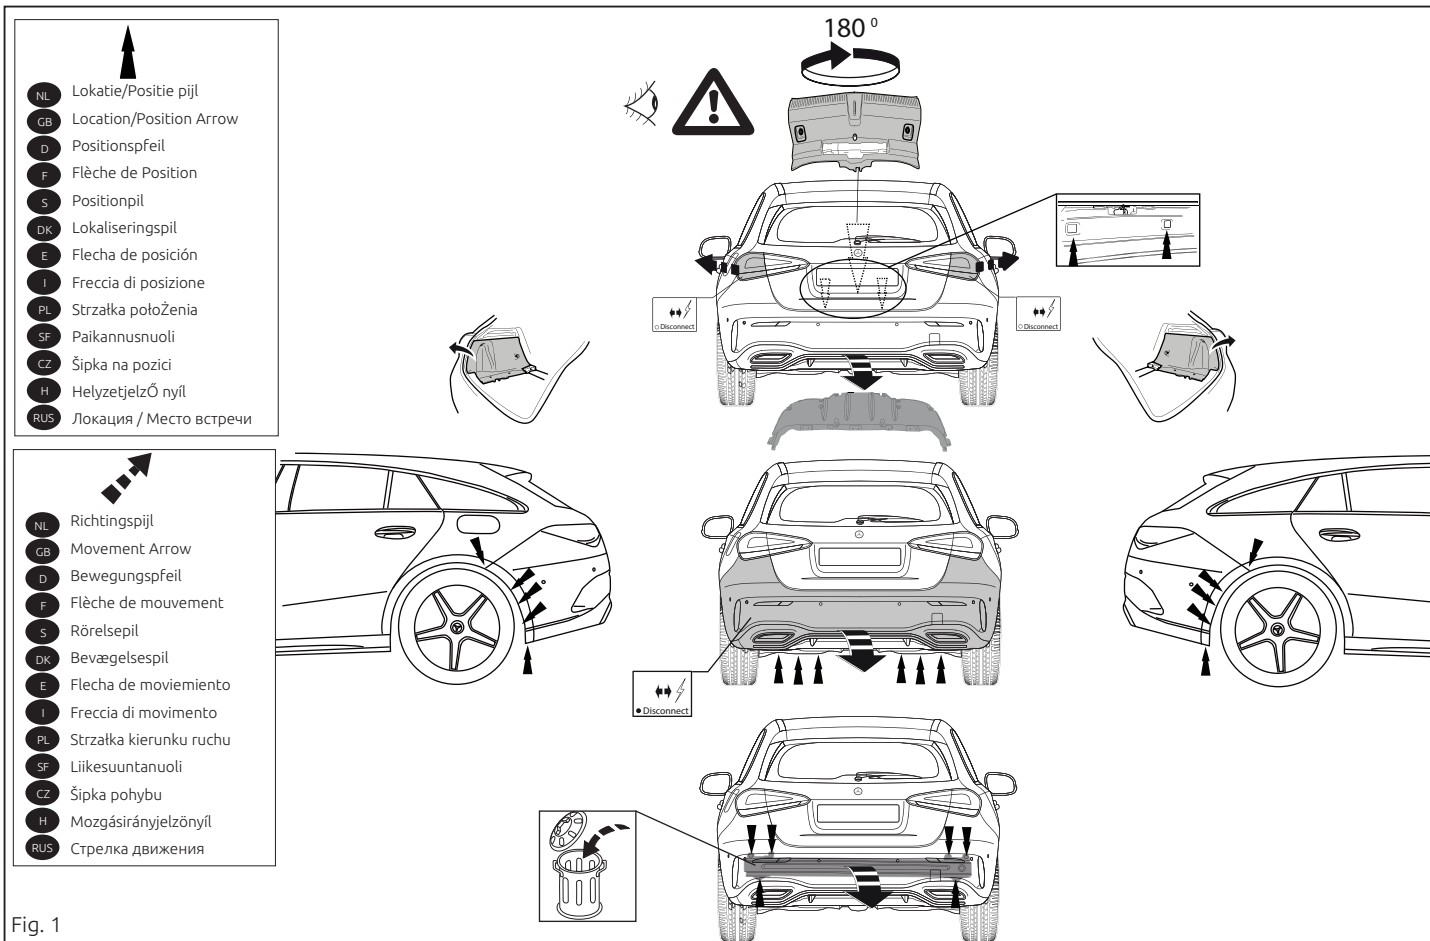

Fig. 1
1. Снять бампер вместе со стальным буферным брусом автомобиля. Буферный брус больше не понадобится. См. рисунок 1.
6. Герметизировать обозначенные части (см. рис. 1)